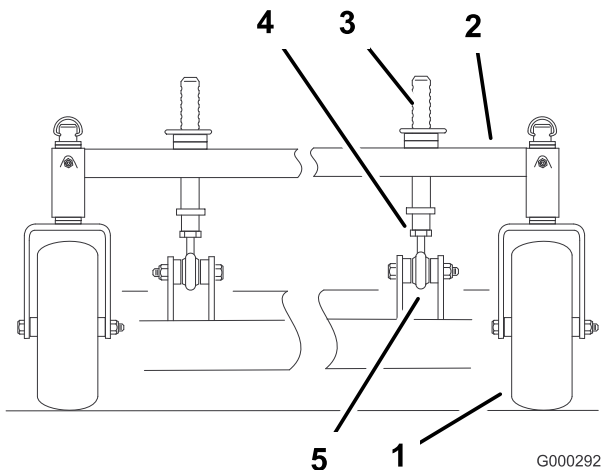

Figura 68
7. Apriete las contratuercas (Figura 68).
1. Para cambiar la inclinación longitudinal, pueden ajustarse los pilares delanteros de ajuste de altura de corte (Figura 68).
2. Para elevar la parte delantera de la carcasa, afloje la contratuerca y haga girar el pilar delantero en sentido horario (Figura 68).
3. Para bajar la parte delantera de la carcasa, afloje la contratuerca y haga girar el pilar delantero en sentido antihorario (Figura 68).